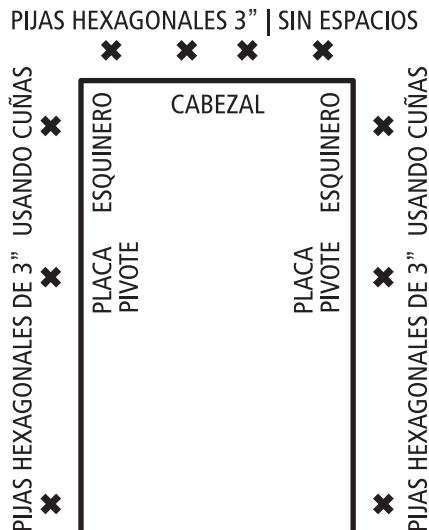

FIGURA 7
A. La escalera viene con agujeros pre-perforados para instalación permanente, los agujeros para la instalación permanente se muestran en la Figura 7. Use cuñas cuando sea necesario para llenar el espacio entre el marco de la escalera y abertura en el techo, en lugares pre-perforados. Usando la broca de $\frac{3}{16}$ ", perfore orificios guía a través de cuña hasta las vigas del techo y el cabezal.